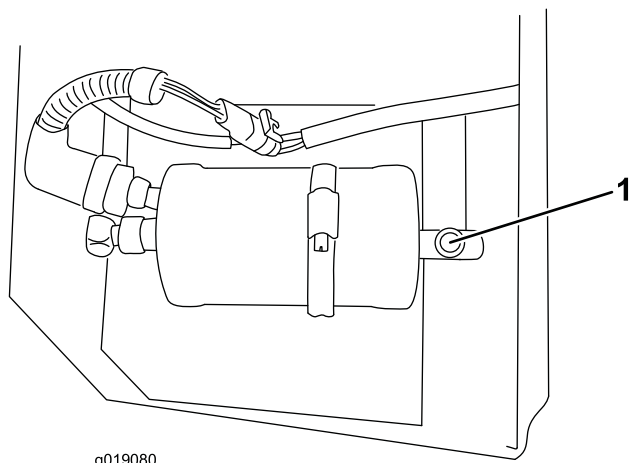

Figura 6
1. Utilizzando la spia di livello nel serbatoio di raccolta, controllate il livello del refrigerante (Figura 6).